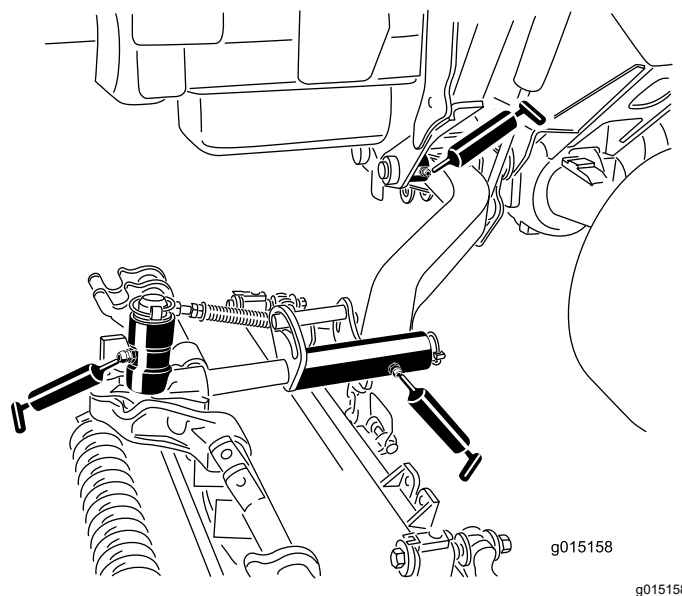

図 71
- 昇降アームのピボットブッシュカッティングユニット 1 台に 1 ヶ所 図 71
- カッティングユニットのキャリアフレームカッティングユニット 1 台に 2 ヶ所 図 71
- 昇降アームのピボットカッティングユニット 1 台に 1 ヶ所 図 71